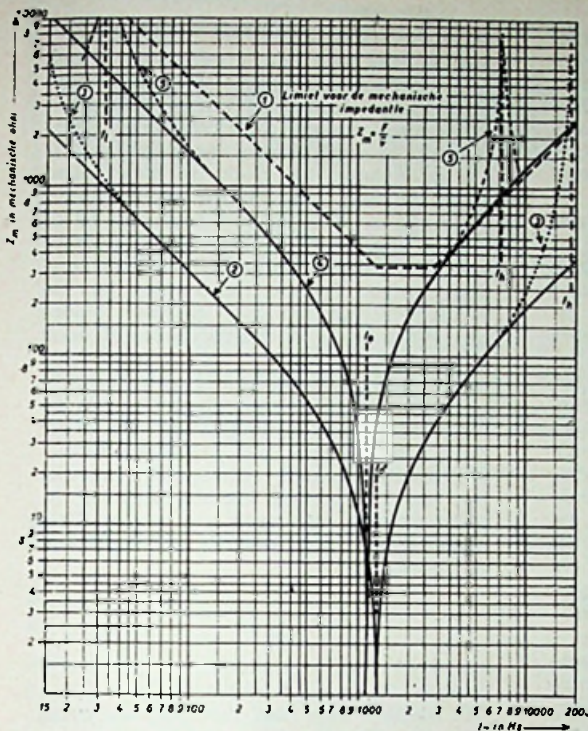

Fig. 26
Worden deze gegevens grafisch uitgezet dan levert dit ons de gebroken kromme (1) in fig. 26.
Beneden en boven deze frequentie zal de impedantie toenemen en wel volgens het verloop van de in fig. 26 als (2) getekende kromme. We zien dat nergens de limietkromme (1) wordt overschreden.
Op deze resonantiefrequenties zal de mechanische impedantie een oneindig grote waarde aannemen, indien we aannemen dat er geen enkele demping aanwezig is. De impedantiënkromme verloopt als (3) in fig. 26.
In het hoge tonengebied ligt de zaak enigszins anders; het is zeer wel mogelijk, nl. bij hogere groefsnelheden, dat de snijnsnelheid voor een zelfde vervormingsgraad tot boven de grenswaarden wordt opgevoerd. Zulks zal dan zeker aanleiding zijn tot groefspringen. De groeftasterfabrikanten pogen dan ook de groef/naald resonantie als deze in het hoorbare gebied valt, zo goed mogelijk te dempen, teneinde het impedantieverloop zo veel mogelijk volgens kromme (2) in fig. 26 te doen plaats vinden.
Ter illustratie is in fig. 26 ook nog de impedantiënkromme (4) getekend voor een groeftaster van mindere kwaliteit, nl. met een  $m = 20$  mg en een  $C_m = 10^{-6}$  cm/dyne. We zien dan dat zelfs bij het afspelen van een oneindig stijve plaat ( $C_p = 0$ ), de groeftaster frequenties boven 5000 Hz niet zonder groefspringen zal kunnen aftasten, als de naaldkracht 7 gram bedraagt. De secundaire resonanties veroorzaakt door toonarmmassa en plaatcompliantie maken de zaak nog erger ( $f_1 = 31,8$  Hz en  $f_h = 7100$  Hz) en de voorgestelde